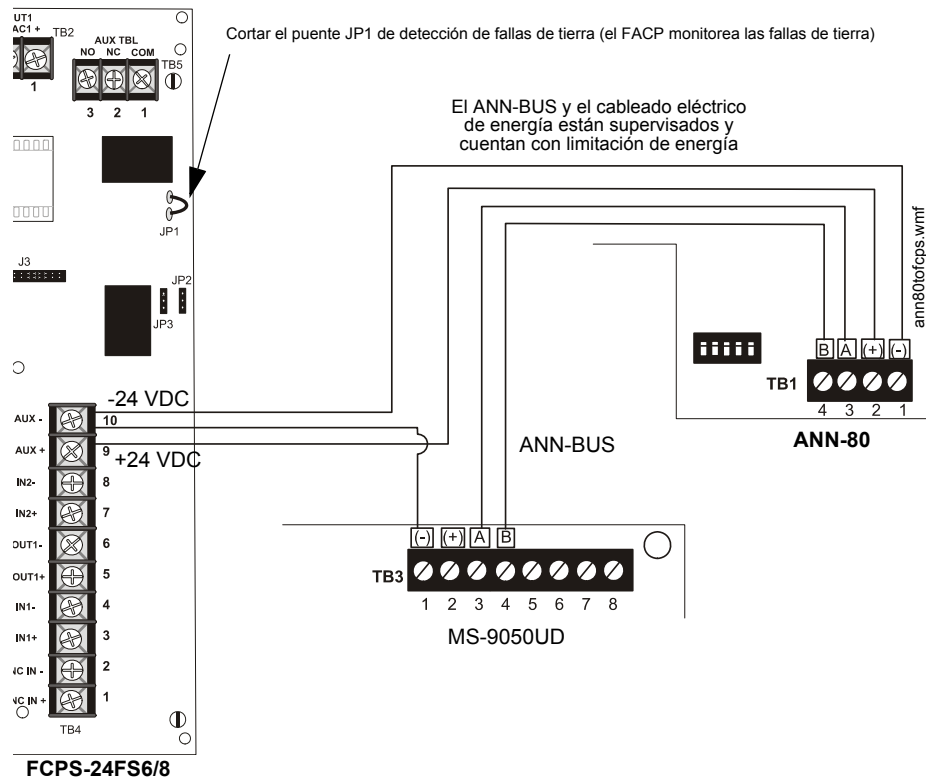

Figura 2.14 Provisión de energía de dispositivos ANN-BUS desde FCPS-24FS6/8
La figura 2.14 muestra la provisión de energía de los dispositivos ANN-BUS desde el suministro de energía auxiliar como el FCPS-24S6/8, cuando la cantidad máxima de dispositivos ANN-BUS supera los requisitos de energía ANN-BUS.
2. Conecte el ANN-S/PG al FACP tal como se muestra en la figura 2.14.
5. Conecte una impresora a los conectores paralelos o seriales ANN-S/PG (consultar la Figura 2.14). Sólo puede conectar una impresora.